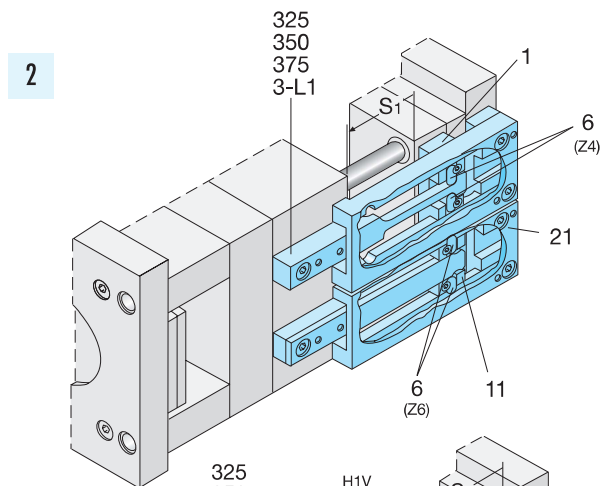

Abbildung 3
Steuerplatte (21), Steuerleiste (31) und Unterlage (102) entsprechend der Werkzeugkonstruktion in der Länge abstimmen und gegebenenfalls kürzen. Ist ein Kürzen der vorgenannten Elemente erforderlich, so ist vor dem Ablängen die Härteschicht der Seitenflächen abzuschleifen (siehe Abbildung 3).